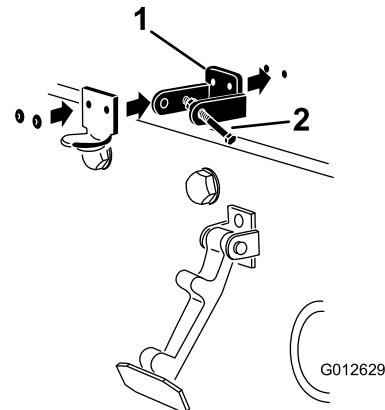

Figure 35
- Rivez les supports et les rondelles sur le capot (Figure 35).